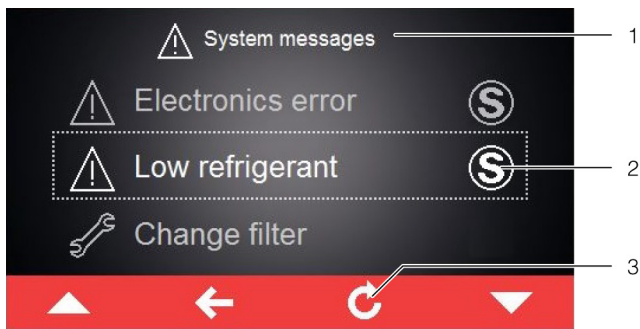

Fig. 24: Tela com mensagens do sistema
do símbolo de mensagens do sistema (fig. 24, item 2).